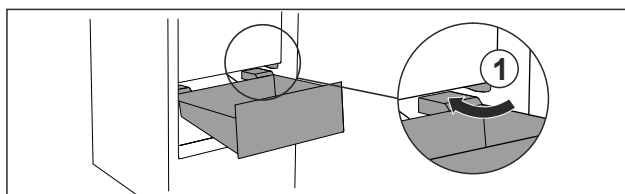

Fig. 136
- Far passare il cassetto intorno ai fermi Fig. 136 (1) inclinandolo.